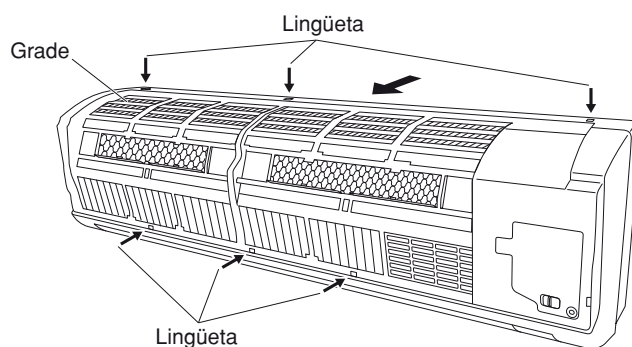

Fig. 18a-2
- (3) Pressione as 3 lingüetas na parte superior da grade e nas 3 lingüetas na cara frontal para separar a grade da armação. (Fig. 18a-2)
- (4) Puxe a grade para si para retirá-la. (Fig. 18a-2)